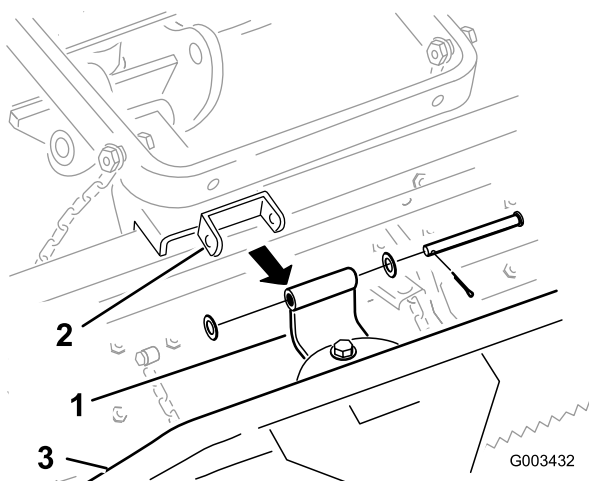

Figura 9
- B. Retire el pasador, las arandelas y la chaveta que sujetan el soporte/pivote curvo al rastrillo de dientes (Figura 9).
C. Retire el soporte/pivote curvo y los herrajes del rastrillo flexible (Figura 9).